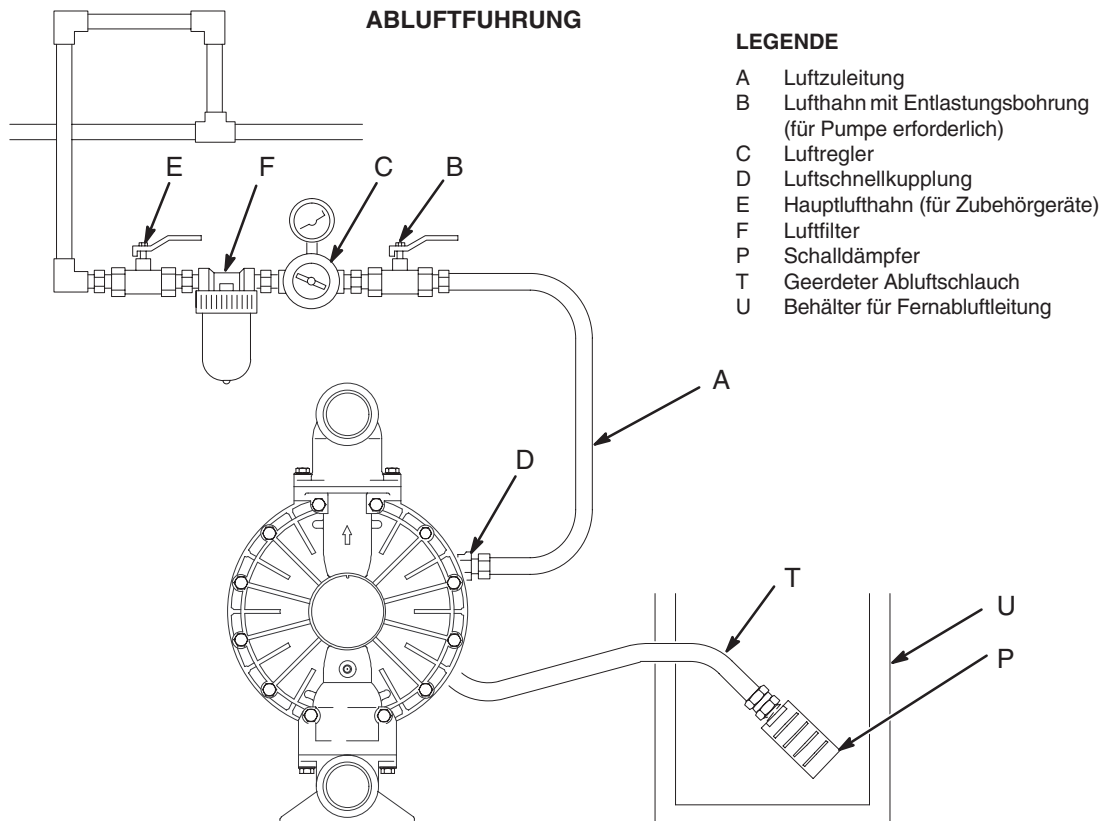

Abb. 5
Bei einem Membranenriß wird das gepumpte Material mit der Luft abgeleitet. An das Ende der Ablufführung einen geeigneten Behälter stellen, um das Material aufzufangen. Siehe Abb. 5.
1. Den Schalldämpfer (P) aus der Abluftöffnung in der Pumpe ausbauen.
2. Einen geerdeten Abluffschlauch (T) einbauen und den Schalldämpfer (P) an das andere Ende des Schlauches anschließen. Der Luftschlauch muß einen Innendurchmesser von mindestens 19 mm (3/4") besitzen. Ist der Schlauch länger als 4,57 m, sollte ein Schlauch mit größerem Durchmesser verwendet werden. Scharfe Biegungen oder Knicke im Schlauch sind zu vermeiden. Siehe Abb. 5.
3. Einen Behälter (U) an das Ende der Luftleitung stellen, um im Fall eines Membranenrisses Material aufzufangen.